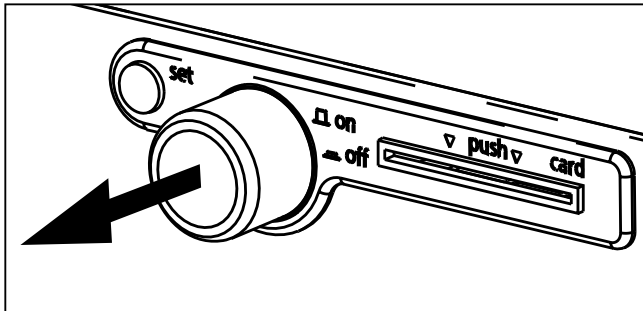

Fig. 18 Encender cámara para pruebas
- ▶ Conectar: Presione el interruptor principal de manera que salga del equipo (Fig. 18).